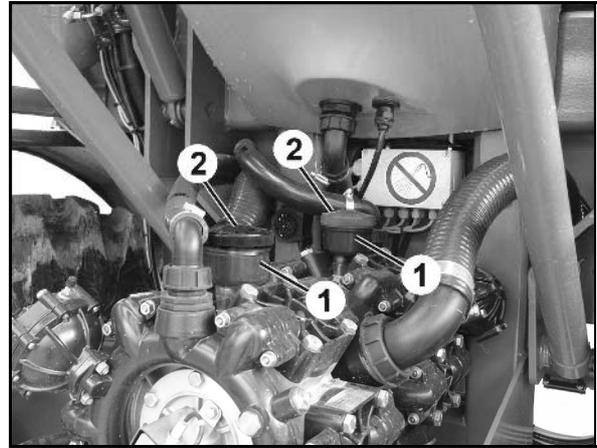

Рис. 164
1. Уровень масла контролируется при неработающем и находящемся в горизонтальном положении насосе по маркировке (Рис. 164/1).
2. Снимите крышку (Рис. 164/2) и долейте масло, если уровень масла у маркировки (Рис. 164/1) не виден.
2. Снимите крышку (Рис. 164/2).
5. Приводной вал проворачивайте попеременно вправо и влево, и медленно заливайте новое масло. Необходимое количество масла заполнено, если масло видно у маркировки (Рис. 164/1).